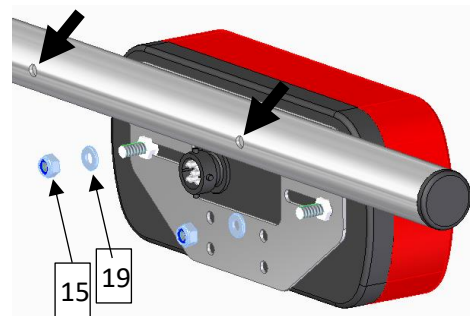

Abbildung 12
Danach können die Leuchten an den Blechen montiert werden - die Leuchte mit dem weißen Rückfahrlicht (3) auf der Beifahrerseite und die Leuchte mit der roten Nebelschlussleuchte (4) auf der Fahrerseite. Die Kennzeichenbeleuchtung (seitliches weißes Glas an den Leuchten) muss Richtung Kennzeichen zeigen (siehe Bild unter Punkt 7). Stecken Sie die Gewinde durch die Langlöcher und sichern Sie sie jeweils mit einer Unterlegscheibe (19) und einer Sicherungsmutter (15) (max. 6Nm - siehe Abb. 12).
Danach können Sie die Stangenhalter (21) in die sechs Löcher auf der Rückseite des Rohrs drücken. Kleben Sie die Reflektor-Aufkleber jeweils auf den Kunststoffstopfen an den Rohr-Enden (ebenfalls sichtbar auf Abb. 12 ganz rechts).